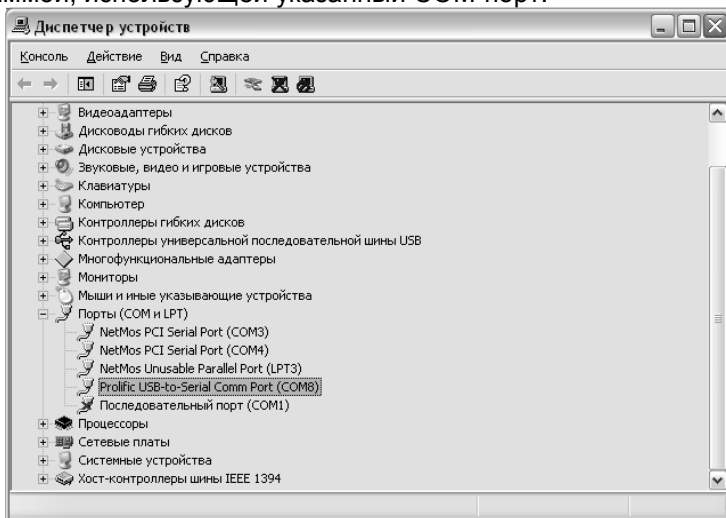

Рисунок 1
6.2 Номер созданного виртуального COM-порта можно посмотреть и изменить в диспетчере устройств: Пуск > Настройка > Панель управления > Система > Оборудование > Диспетчер устройств > Порты (COM и LPT) > Prolific USB-to-Serial Comm Port (рисунок 1). Настройка параметров связи COM-порта производится автоматически программой, использующей указанный COM-порт.